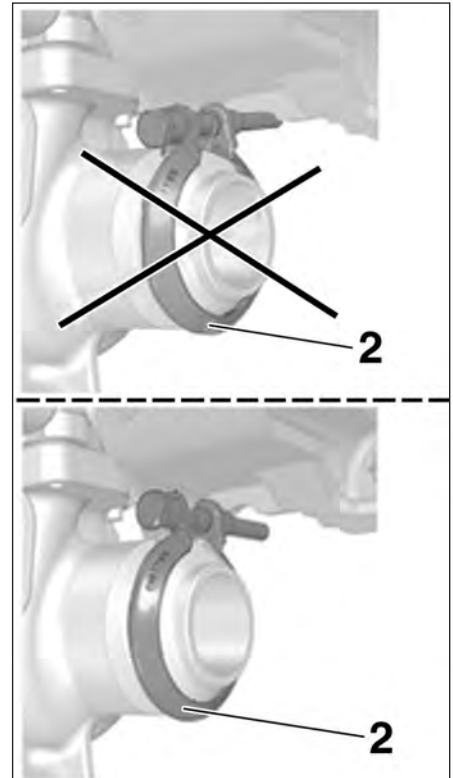

FIG.99
Procéder dans l'ordre inverse de la dépose. Contrôler que le collier (2) ne doit pas être en contrainte avec le collecteur d'échappement (Fig.99).